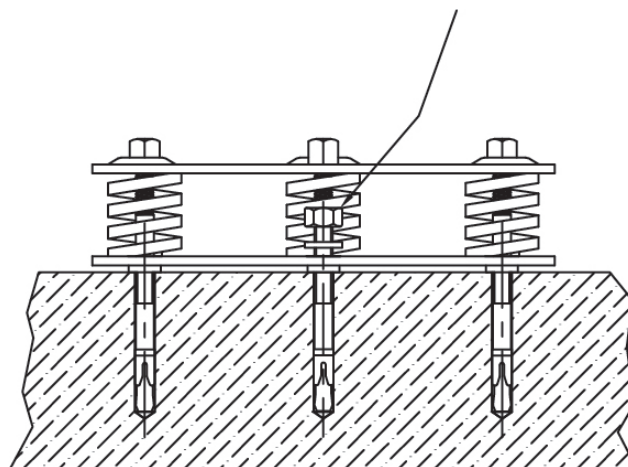

Fig. 6
5. Positionnez les rondelles et les écrous sur les chevilles et bloquez les écrous. (Fig. 6).